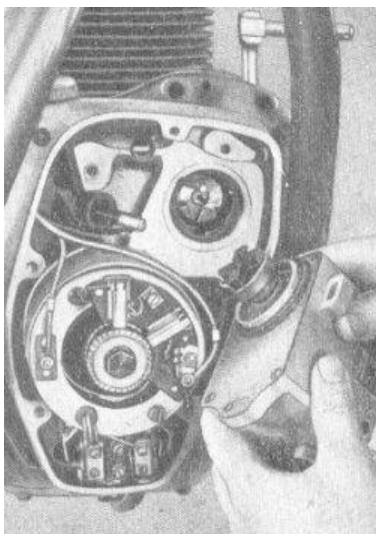

Bild 63. Magnetzündler ausbauen
3. Magnetzündler nach dem Lösen der drei Innensechskantschrauben herausziehen. Dabei ist auf das Kupplungskreuz und den Gummiring zu achten (**Bild 63**).